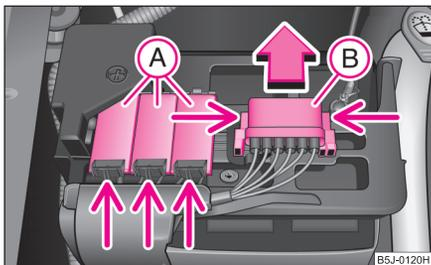

Fig. 182 Batería: Cubierta de fusibles
- Presione las fijaciones de la cajas de fusibles (A) ⇒ fig. 182 y abata las cubiertas.
- Presionar al mismo tiempo los enclavamientos laterales de la caja de fusibles (B) retire la cubierta sentido de la flecha.
- Algunos vehículos sólo disponen de la cubierta (B) ⇒ fig. 182. ■